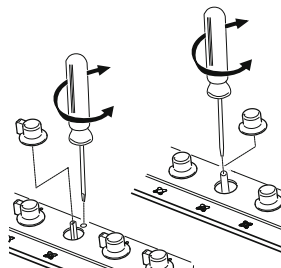

Fig. 8: regulación del mínimo
2. Extraiga la manilla de mando de la llave del gas y ajuste el tornillo de regulación [Fig. 8] que se encuentra en el interior o al lado de la varilla de la llave (según los modelos) hasta obtener una llama mínima regular. Si incluye llave del gas de 2 vías [Fig. 12-13] hay 2 tornillos de regulación del nivel mínimo.